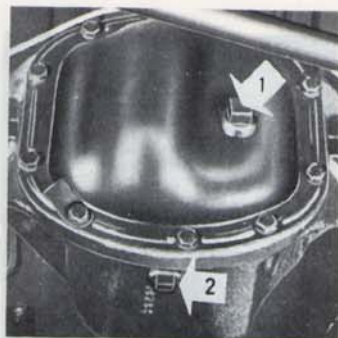

Bild 18. Påfyllningspropp på bakväxel
Vid oljenivåkontroll demonteras påfyllningsproppen (1 bild 18) varefter kontrolleras att oljan når upp till hålet för proppen.
Oljebyte sker lämpligast omedelbart efter körning, då oljan ännu är varm. Avtappning sker genom proppen (2, bild 18) varvid påfyllningsproppen (1) skruvas ur. Saknar bakväxeln avtappningspropp kan oljan sugas upp genom påfyllningshålet. Tömning kan även ske genom att locket demonteras men därvid erfordras den allra största renlighet så att smuts inte kommer in i växeln. Kontrollera att locket packning är oskadad, i annat fall byts den.